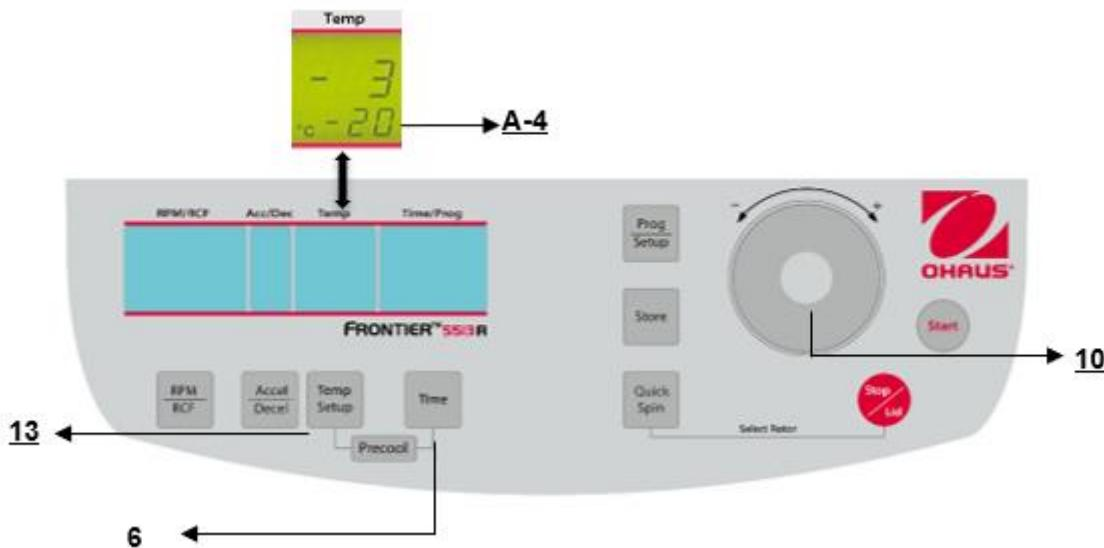

Figure. 17
3. Le fonctionnement en continu "cont" peut être interrompu avec la touche "Stop/Lid" (9) (voir la figure 17).